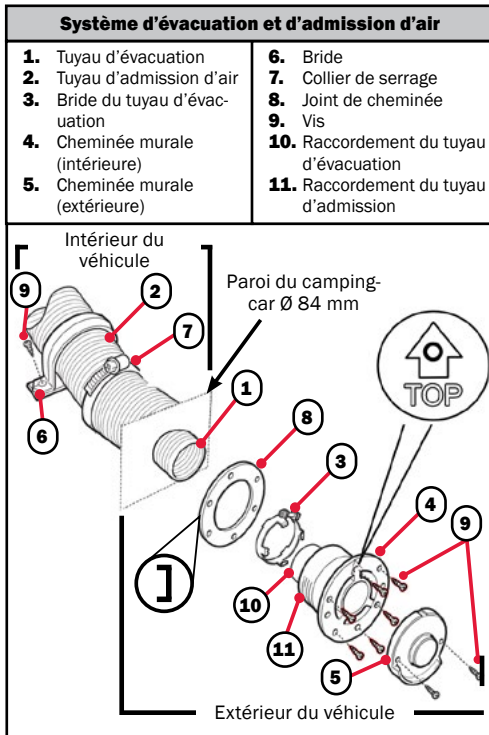

Figure 9
- Percez un trou ( $\varnothing$  84 mm) dans la paroi du véhicule et colmatez-le avec le joint (Fig. 9 #8), le côté lisse étant orienté vers le tuyau d'évacuation et le joint étant orienté vers la paroi du camping-car (Fig. 9 #3).
- Faites glisser un collier de serrage (Fig. 9 #3) sur le tuyau d'évacuation et insérez le tuyau dans le trou. Serrez le collier (couple de 3,4 - 4 Nm).
- Insérez le tuyau d'admission d'air sur les sommets de la cheminée d'évacuation (Fig. 9 #11).
- Utilisez 6 vis (Fig. 9 #9) pour fixer la cheminée d'évacuation. Veillez à ce que le « TOP » soit orienté vers le haut.
- Utilisez 2 vis pour fixer le chapeau de la cheminée d'évacuation, puis fixez le tuyau d'évacuation à la paroi du véhicule à l'aide de la bride de montage (Fig. 9 #6).